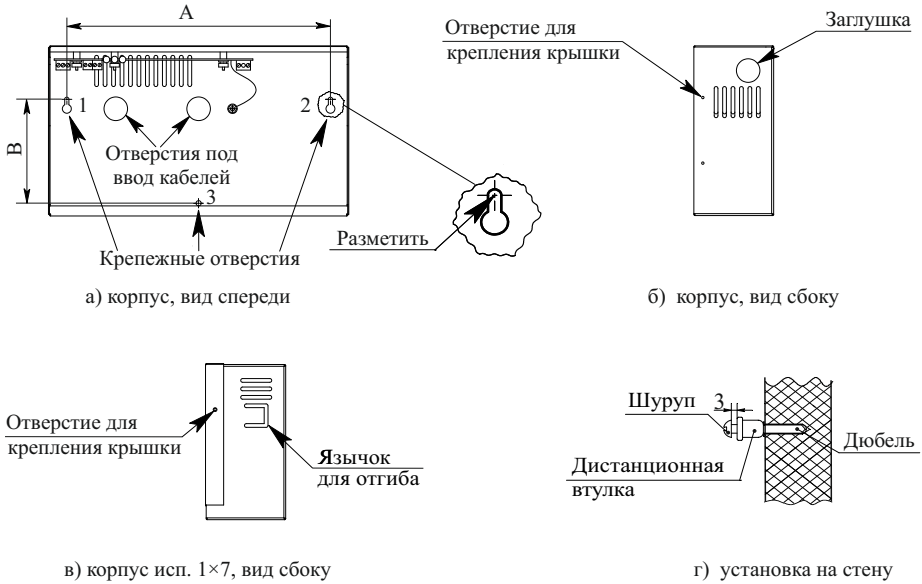

Рисунок 1
а) разметить в месте установки точки крепления через крепежные отверстия в корпусе источника (рисунок 1, а). Размеры, указанные на рисунке 1, а:
б) просверлить три отверстия Ø 6 мм (под шуруп 4 × 45), или Ø 8 мм (под шуруп 6 × 40 или 6 × 80) (рисунок 1, а), и вставить в них дюбели, установить дистанционные втулки и ввернуть шурупы (рисунок 1, г) через крепежные отверстия 1 и 2;
- через отверстия находящиеся на задней стенке корпуса (рисунок 1, а);
- через отверстие находящееся на боковой стенке корпуса, предварительно выдавив заглушку подходящим под диаметр заглушки инструментом (рисунок 1, б) (для исп. 2×7, исп. 2×12, исп. 2×17, исп. 2×40). При необходимости возможна установка проходного изолятора проводов (в комплектность не входит);
- через отверстие находящееся на боковой стенке корпуса, предварительно отогнув язычок внутрь корпуса до конца (рисунок 1, в) (исп. 1×7);
г) повесить источник на шурупы в крепежных отверстиях 1 и 2 (рисунок 1, а). Вернуть шуруп через дистанционную втулку в крепежное отверстие 3 (рисунок 1, г). Зафиксировать корпус, закрутив шурупы до упора;
д) при необходимости, крышку корпуса закрепить саморезами, входящими в комплектность, через отверстия, находящиеся на боковых стенках корпуса (рисунок 1, б, в).